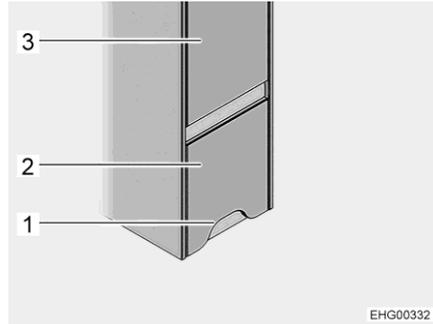
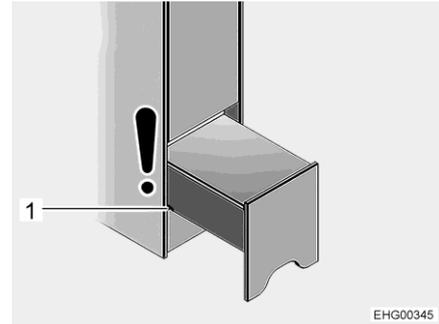

Fig. 77 Dispositivo de ascenso (cerrado)
Fig. 78 Dispositivo de ascenso (posición de noche)
El dispositivo de ascenso está instalado en el lado derecho del vehículo, debajo del armario ropero (Fig. 77,3) delante de la cama trasera.
- ▷ La puerta del cuarto de aseo se encuentra del lado opuesto del dispositivo de ascenso. Mientras que el dispositivo de ascenso sólo esté extraído parcialmente ("posición de noche", véase Fig. 78), todavía será posible abrir la puerta del cuarto de aseo. Si el dispositivo de ascenso está completamente extraído, para obtener acceso al compartimento de almacenamiento, ya no se podrá abrir completamente la puerta del cuarto de aseo.
- Agarrar el dispositivo de ascenso (Fig. 77,2) por el recorte (Fig. 77,1), levantarlo ligeramente y extraerlo hasta la primera ranura (Fig. 78,1) (posición de noche).